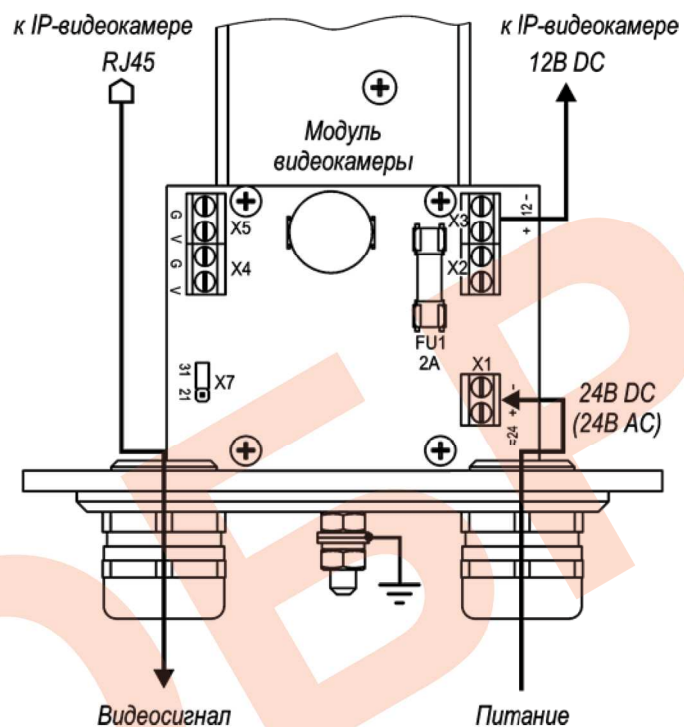

Рис.2 Схема подключения IP-видеокамеры
4. При необходимости изменить мощность обогрева, выкрутить 6 винтов крепления задней крышки гермобокса, выдвинуть модуль видеокамеры из кожуха и установить джампер X7 в нужное положение (рис.2). Установить модуль видеокамеры обратно в кожух. Закрутить 6 винтов крепления задней крышки с усилием  $5\pm 0,5$ Нм.
Предприятием изготовителем джампер X7 установлен в положение «31» - мощность обогрева 31 Вт, для изменения мощности на 21 Вт джампер X7 необходимо переставить в положение «21» (см. рис.2).